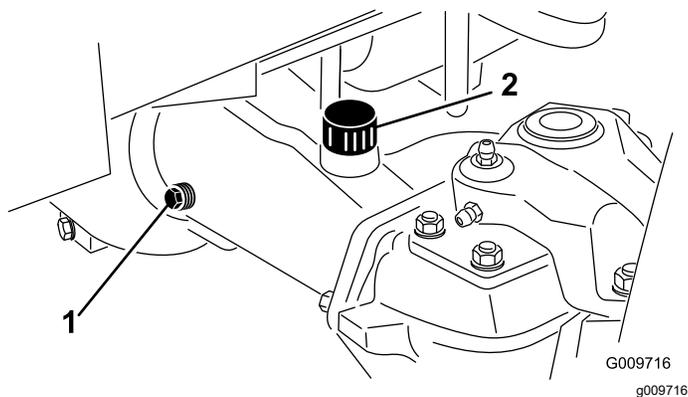

Рисунок 72
2. Снимите контрольную пробку с одного конца моста и убедитесь, что масло доходит до низа отверстия (**Рисунок 72**).